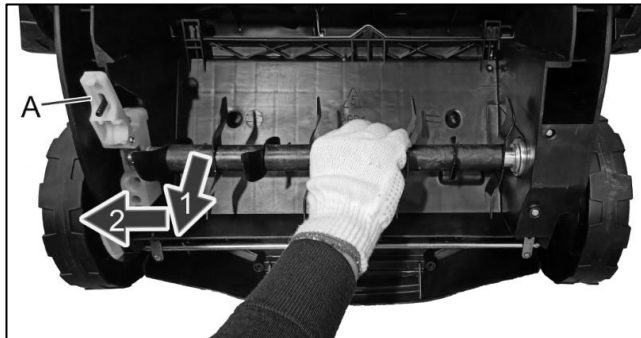

Fig.14
- b) Aprire il cappello del cuscinetto (A), sollevare il rullo, quindi rimuovere il rullo estraendolo verso sinistra. (Fig.14)